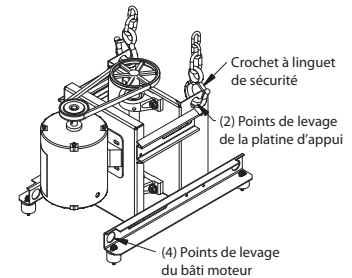

Figure 3 — Oreilles de levage
- Utiliser les oreilles de levage sur le bâti du moteur et soulever et poser l'appareil sur la costière. Voir la Figure 3.